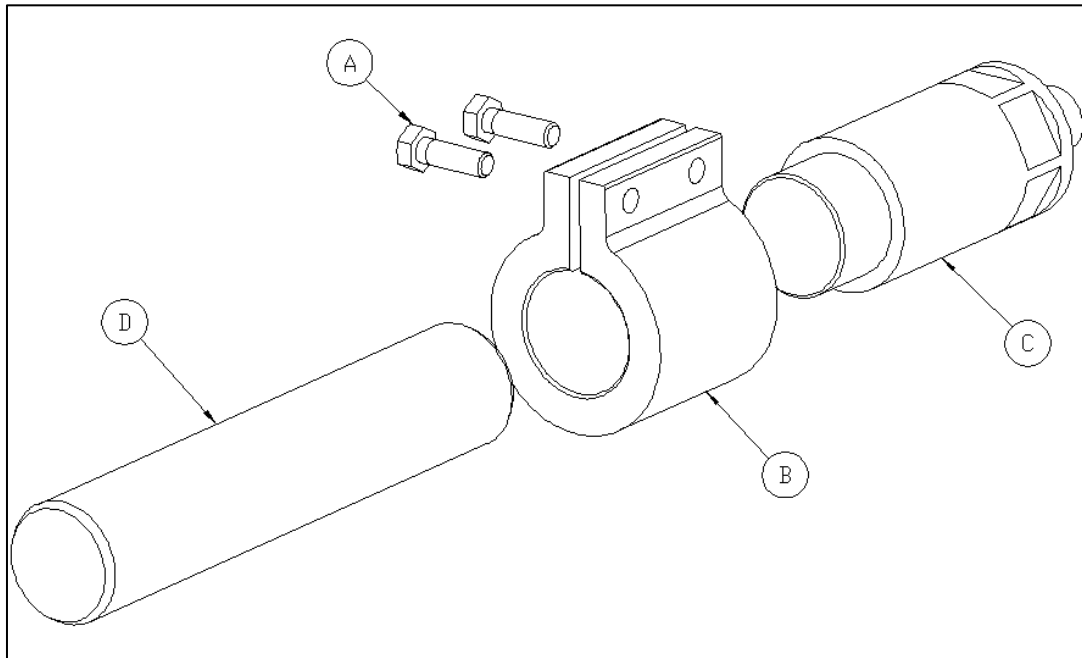

ABBILDUNG 4.4.2
- über eine Backe (B) (im Allgemeinen bei Keramikkolben und bei Kolben mit Wolframkarbidbeschichtung) befestigt sein: in diesem Fall (Abbildung 4.4.2) die Befestigungsschrauben (A) der Backe aufschrauben (A) und den Kolben von der Verlängerung (C) wegnehmen. Um die Backe leichter zu öffnen kann einer der Schrauben in die mittlere Öffnung der Backe eingesetzt werden.
ACHTUNG: Über Backen befestigte Keramikkolben besitzen keine spezifische Montagerichtung, während Stahlkolben mit Wolframkarbidbeschichtung eine Richtung besitzen können: in diesem Fall muss die Öffnung der Zentrierung an der Vorderseite des Kolbens zur Backe (Abbildung 4.4.2, Pos. B) und zur Befestigungsverlängerung des Kolbens (Abbildung 4.4.2, Pos. C) zeigen.
- bei einer Backenkopplung den Kolben vollständig bis zum Anschlag an die Verlängerung, und die Backe gegen die Durchmessererweiterung der Verlängerung, dann die Backe mit einem Drehmoment von 7÷8 N*m verschrauben (Abbildung 4.4.2, Pos. A).